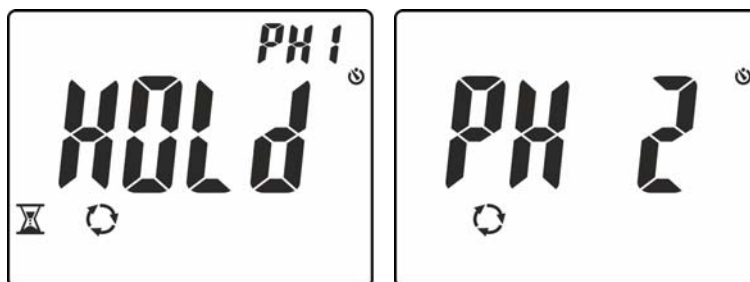

Fig. 14: Riconoscimento fase L1 e attesa per fase L2
4. In condizioni corrette di tensione e frequenza, lo strumento mostra il messaggio **"HOLD"**, i simboli e **"PH1"** ed emette un suono continuo in attesa del riconoscimento di un valore stabile di tensione sulla fase L1 (vedere Fig. 14 – parte sinistra)
5. **Non rimuovere il puntale dalla fase L1** fino alla visualizzazione del messaggio **"PH 2"** lampeggiante a display (vedere Fig. 14 – parte destra)